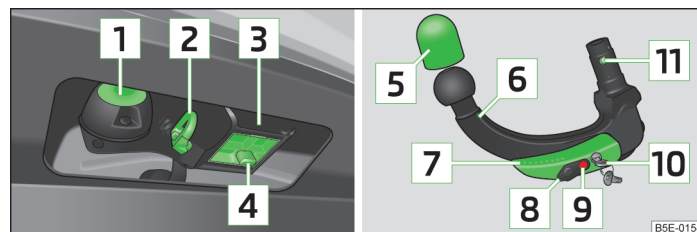

Fig. 146 Support du dispositif d'attelage/boule d'attelage
- Faites glisser le cache **4** » fig. 146 à la page 161 vers le bas.
► Mettez le cache  » fig. 146 à la page 161 en place sur le logement.